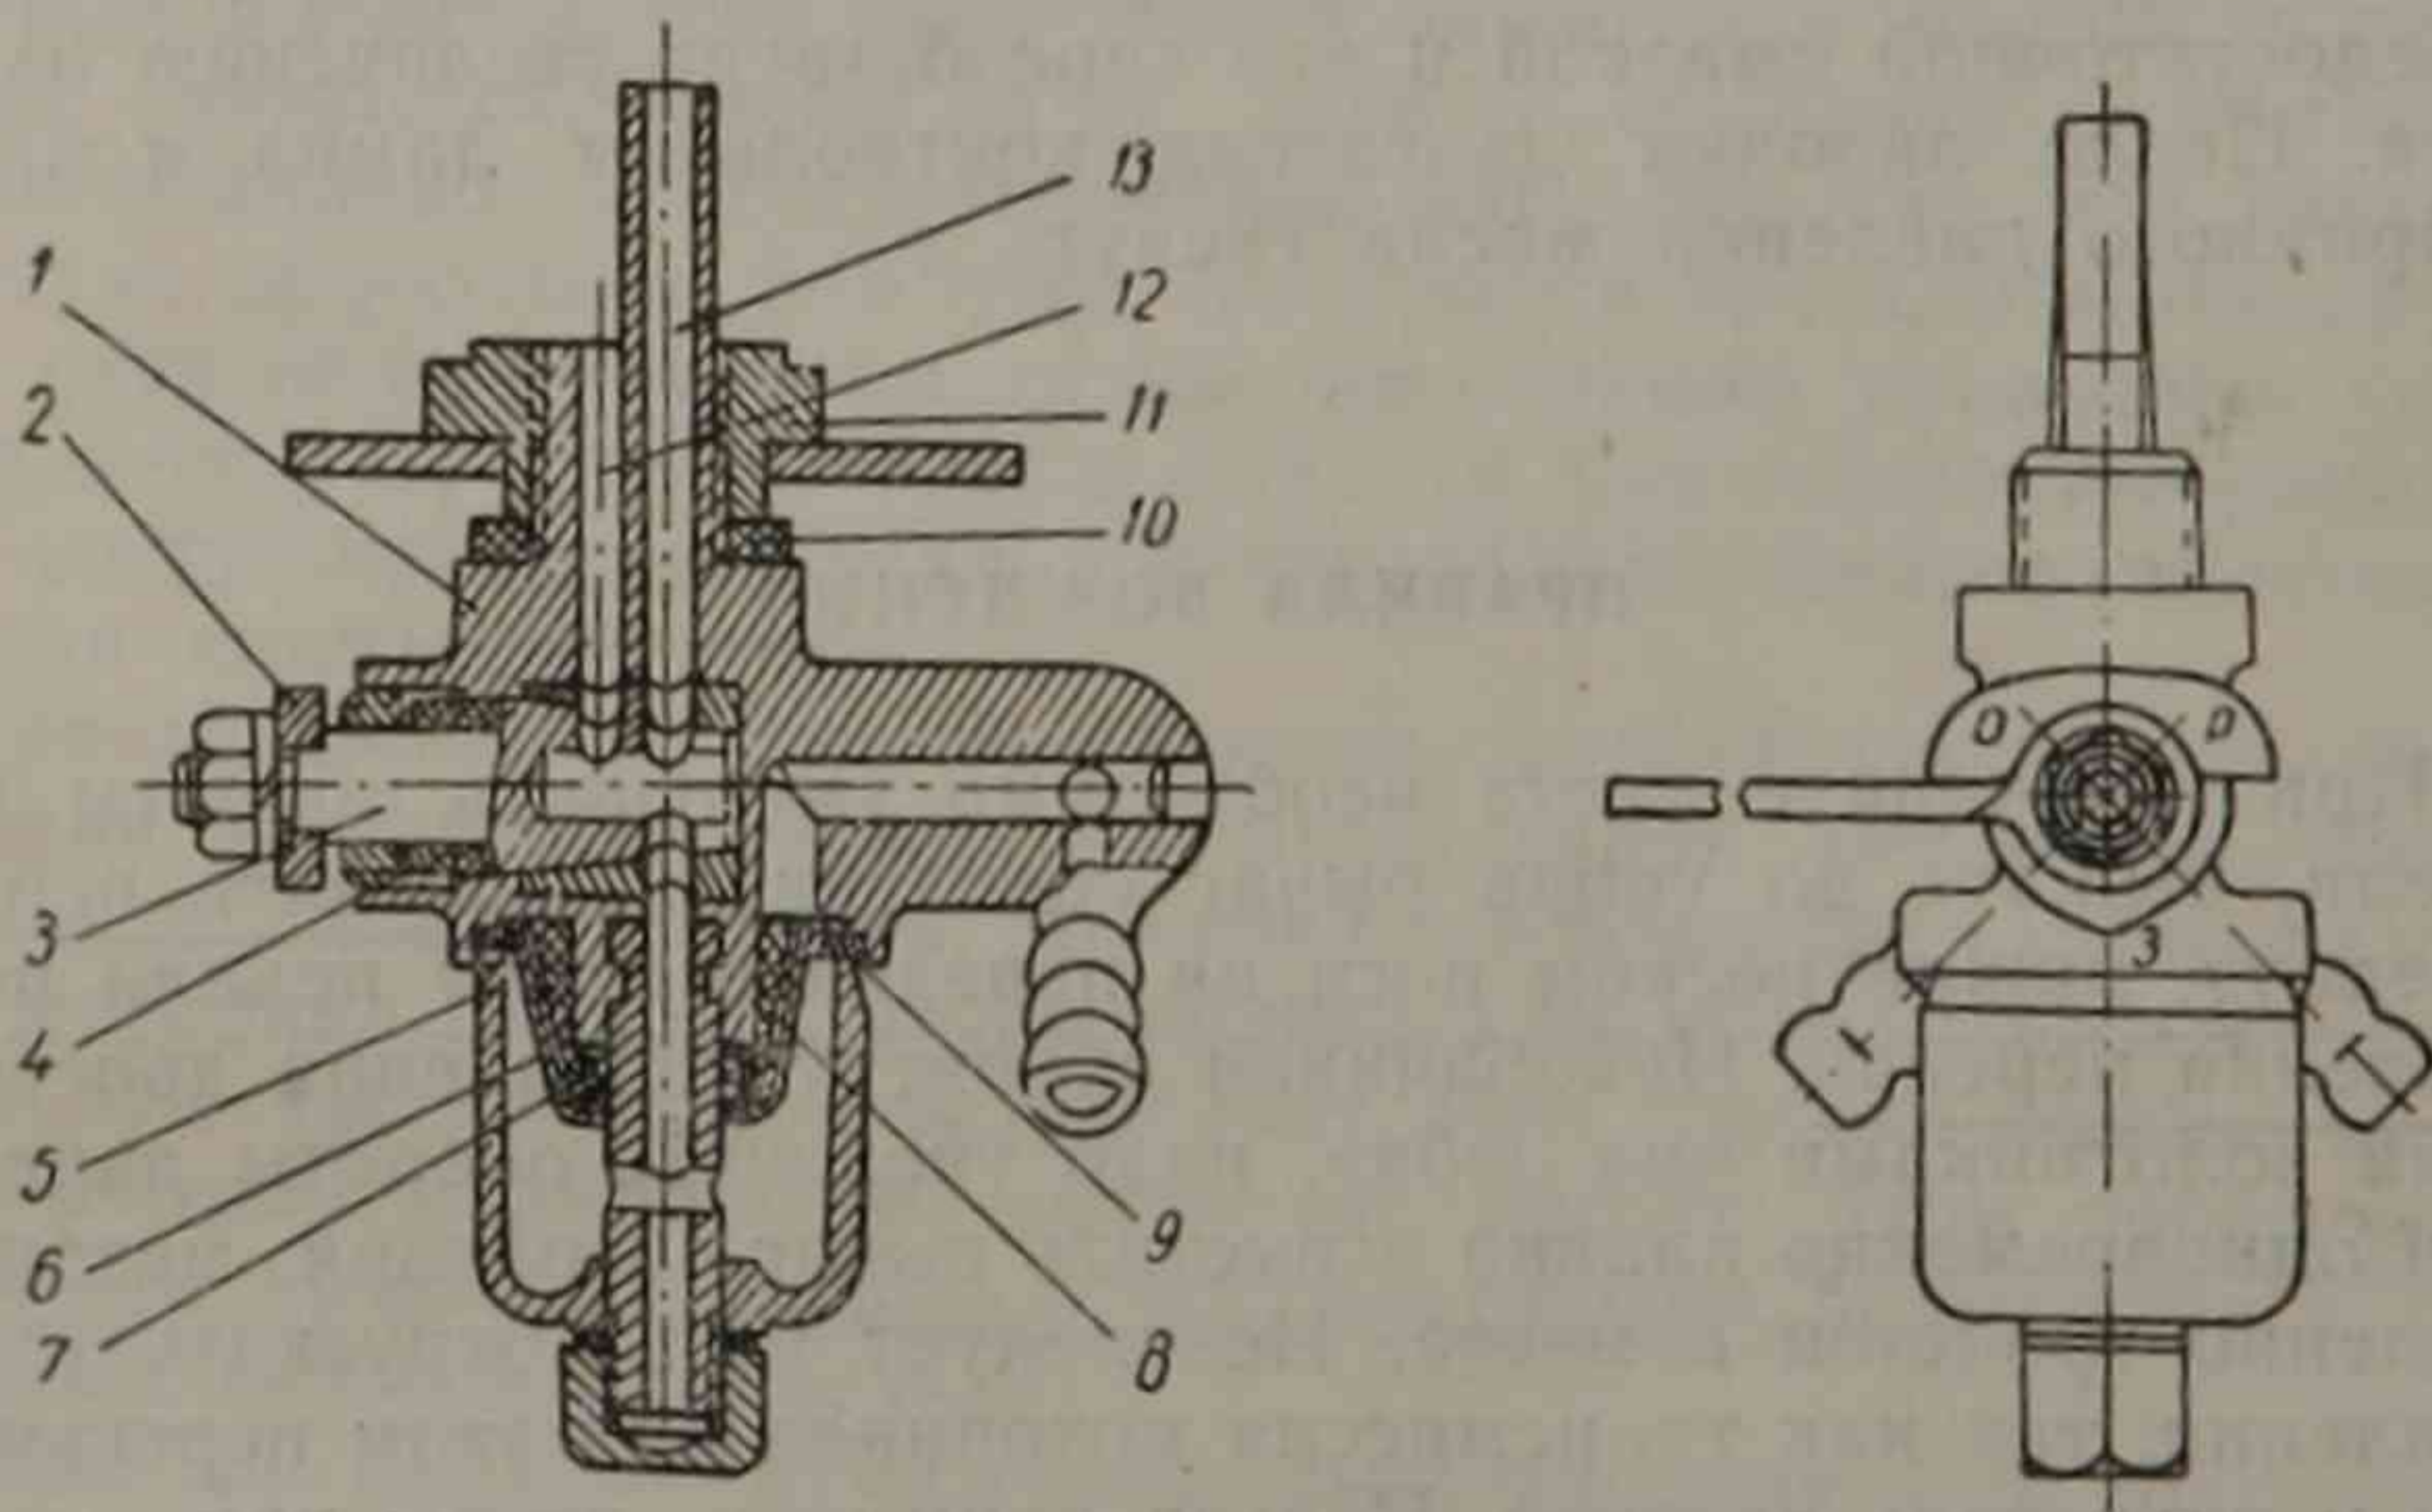

Рис. 4. Бензокраник:
- 2) открыть бензокраник (рис. 4), поставив его рукоятку в